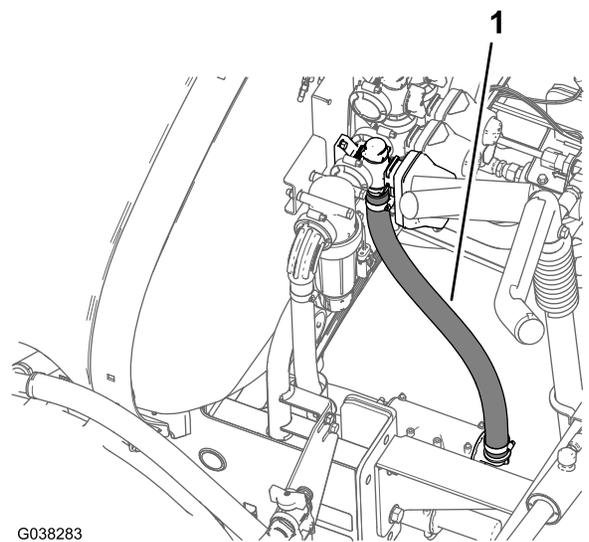

Bild 65
2. Verlegen Sie den Rücklaufschlauch nach unten und zum T-Anschlussstück, das sich innen am Druckentlastungsventil befindet, wie in Bild 65 abgebildet.